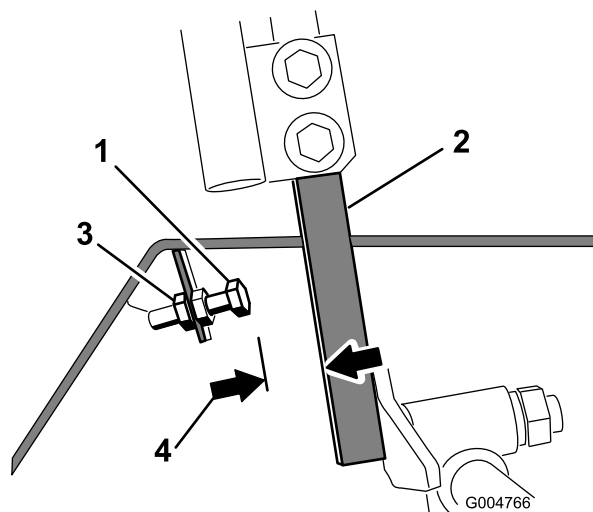

Bild 92
4. Lösen Sie die Klemmmutter an der Anschlagschraube für einen Fahrtriebshebel (Bild 92).